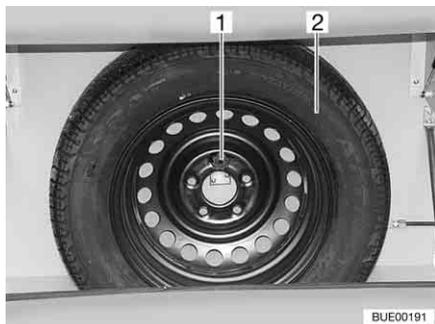

Fig. 251 Soporte para la rueda de repuesto
El soporte para la rueda de repuesto está instalado en la caja para bombonas de gas. Pagando un sobreprecio puede obtener la rueda de repuesto (Fig. 251,2).
- Soltar el tornillo (Fig. 251,1).
- Sacar la rueda de repuesto (Fig. 251,2).